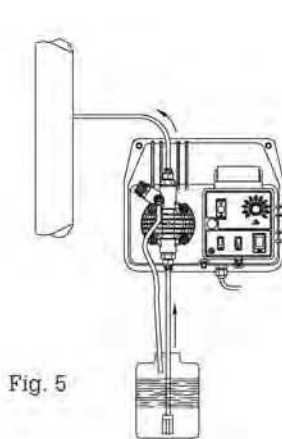
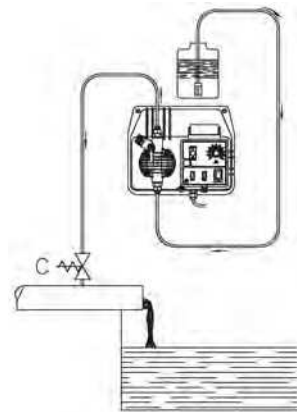

Fig. 5
Fig. 6
- c Placer la pompe de la manière indiquée dans la figure 5 en tenant compte du fait qu'elle peut être fixée aussi bien au dessus qu'au dessous du liquide à doser dans une limite maximale de 2 mètres. Le point d'injection doit toujours être placé plus haut que le liquide à injecter. Ne pas installer la pompe directement sur le réservoir car certains additifs dégagent des vapeurs qui risquent d'endommager l'appareil. Pour une installation correcte se reporter à la figure 12. Si l'installation à traiter travaille à la pression atmosphérique (introduction de l'additif à déchargement libre), le réservoir de l'additif doit toujours se faire plus haut que le point d'injection (Fig. 6), contrôler périodiquement la fonctionnalité de la soupape d'injection, car si elle est trop usée l'introduction de l'additif dans l'installation risque de se faire par chute (même avec l'appareil arrêté). Si le problème persiste, insérer une soupape de contre-pression C calibrée de manière appropriée entre la pompe doseuse et le point d'injection (Fig. 6). Pour des liquides dégageant des exhalations agressives, ne pas installer la pompe au dessus du réservoir à moins que celui-ci ne soit fermé hermétiquement.